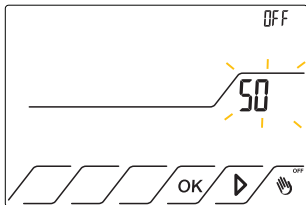

Fig.23
8.1.2 Tenere premuto il tasto  per 3 secondi. Compare la scritta **SO** che lampeggia e OFF fisso che indica che la sonda è disabilitata. Fig.23